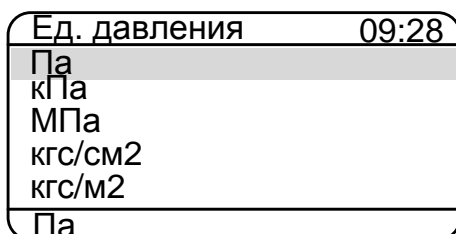

Рисунок 2.9
2.6.5.3.2 Выбор пункта «Единица давления» и нажатие кнопки  вызывает на дисплей прибора диалоговое окно *Единица давления* (см. рисунок 2.9), в котором пользователю предлагается выбрать значение параметра.